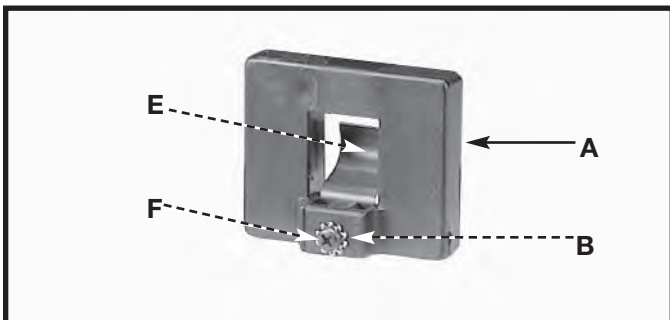
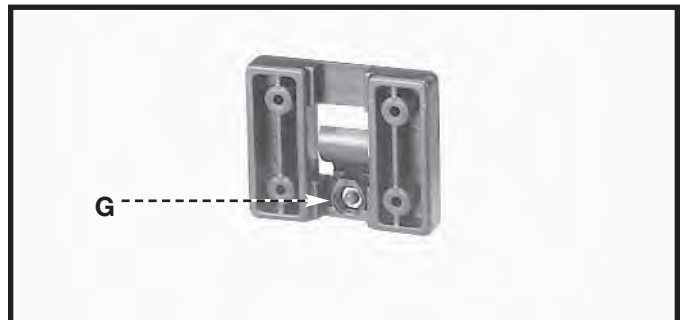

Fig. 19
Fig. 20
1. Ajuste la pinza de resorte (E), Fig. 19, al sujetador de la guía de inglete (A) con un tornillo de cabeza redondeada M4 x 0,7 x 10 mm (F), una arandela de bloqueo de diente externo de 4,75 mm [3/16"] (B) y una tuerca hexagonal M4 x 0,7.
- NOTA:** La tuerca hexagonal (G), Fig. 20, encajará en la cavidad en la parte posterior del sujetador de la guía de inglete (A), Fig. 19, para mantener la pinza de resorte (E) fija al sujetador de la guía de inglete.